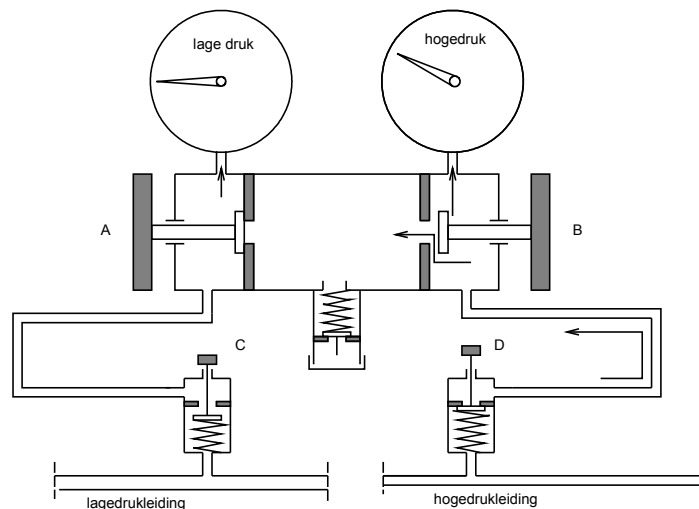

Fig. 6.3 Kraan D omhooggedraaid (gesloten) en kraan B geopend
2) Draai nu de kraan B open waardoor het resterende koudemiddel de ruimte van de meter in kan stromen. Zie of er ook koudemiddel in het kijkglas zichtbaar wordt. Zie fig. 6.3